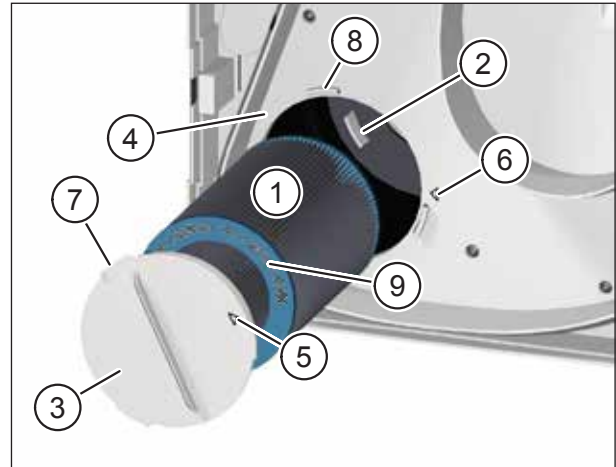

Abb. 19: Neuen Außenluftfilter einsetzen
- ▶ Führen Sie den neuen Außenluftfilter (Pos. 1 in Abb. 19) vorsichtig in das Lüftungsgerät ein.
- ▶ Achten Sie darauf, dass der Luftfilter in die 3 Haltenasen (Pos. 2 in Abb. 19) an der Rückwand des Lüftungsgerätes gleitet.
- ▶ Setzen Sie den Filterdeckel (Pos. 3 in Abb. 19) auf den Außenluftfilter auf. Achten Sie darauf, dass der Filterdeckel plan auf der Zwischenplatte (Pos. 4 in Abb. 19) aufliegt.
- ▶ Drehen Sie den Filterdeckel im Uhrzeigersinn, bis der Pfeil auf dem Filterdeckel (Pos. 5 in Abb. 19) mit dem Pfeil der Arretierposition (Pos. 6 in Abb. 19) fluchtet. Achten Sie darauf, dass die 3 Nasen (Pos. 7 in Abb. 19) am Filterdeckel in den Halterungen (Pos. 8 in Abb. 19) an der Zwischenplatte einrasten.
- Als Außenluftfilter dürfen nur M-WRG-II FA, Art.-Nr. 750010, und M-WRG-II FK (Aktivkohlefilter), Art.-Nr. 750020, verwendet werden. Art.-Nr. und Luftfilterklasse sind auf der türkisen Endscheibe des Luftfilters (Pos. 9 in Abb. 19) eingeprägt.